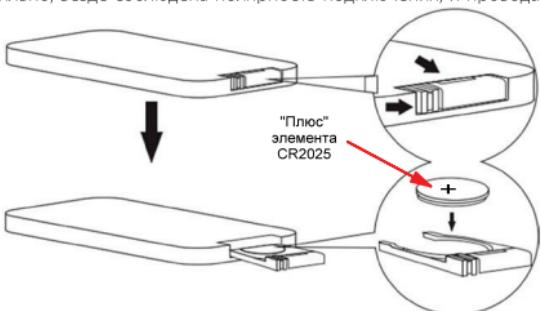

Рис.2. Установка элемента питания.
3.6. Удалите изоляционную прокладку из отсека элемента питания. Если элемент питания не установлен, установите его (Рис.2.)